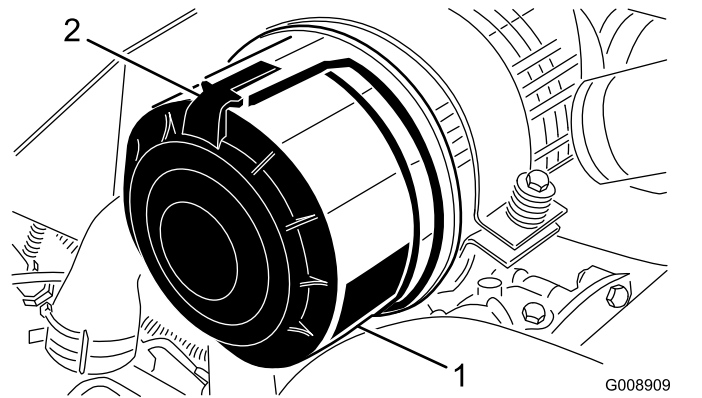

Figura 96
1. Abra los enganches que sujetan la tapa del limpiador de aire a la carcasa del limpiador de aire (Figura 96).